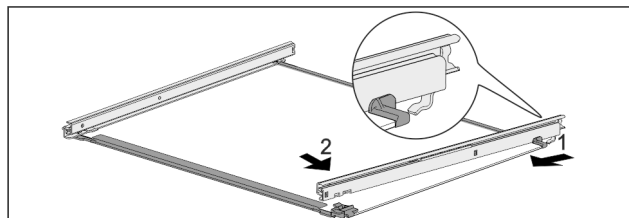

Fig. 85 Skleněná deska s kolejničkami
- ▶ Zahákněte kolejničku vzadu. Fig. 85 (1)
- ▶ Zaklapněte kolejničku vpředu. Fig. 85 (2)